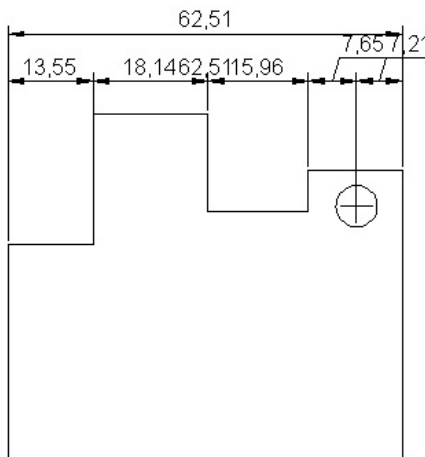

Рис. 5.17. Вставка базового размера
8. Выберите крайнюю правую точку фигуры. AutoCAD автоматически расположит базовый размер выше остальных. Ваш чертеж станет примерно таким, как изображенный на рис. 5.17.